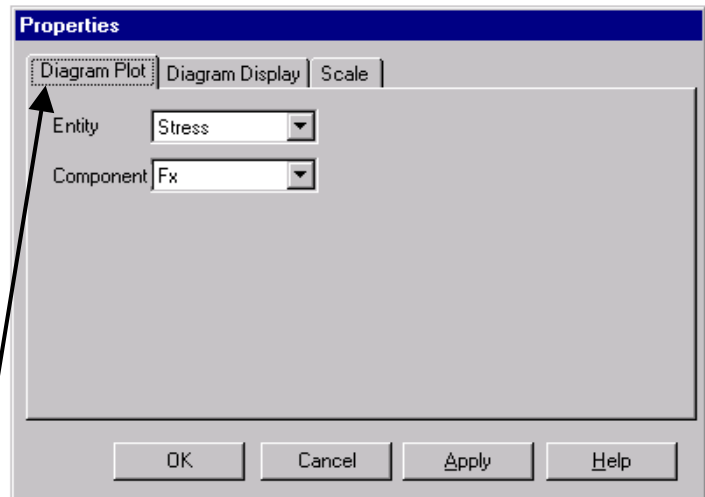

Fig. 60
- în caseta de dialog se selectează tipul de rezultate (**Diagram Plot**): eforturi axiale (**Stress, Fx**) (fig. 60)